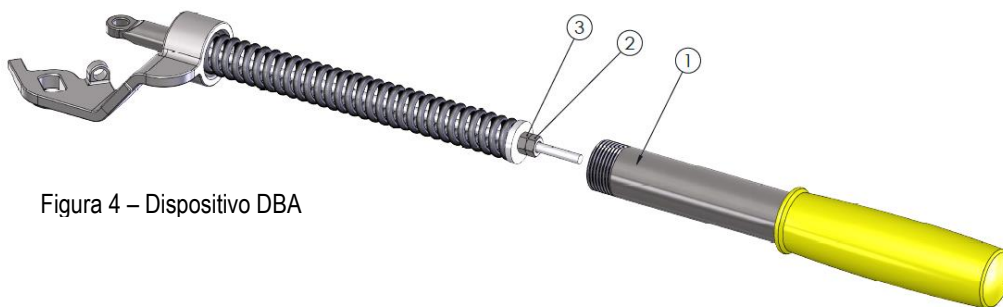

Figura 4 – Dispositivo DBA
- Característica de funcionamento: o fluido entra pela terceira via e sai pelas demais, conforme Figura 4.